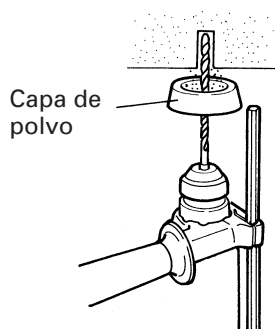

Fig. 9
4. Cuando instale la copa de polvo o el colector de polvo de polvo (B) (Accesorios facultativos) (Fig. 9, Fig. 10)
Emplee la copa de polvo instalando la broca como se muestra en la Fig. 9.